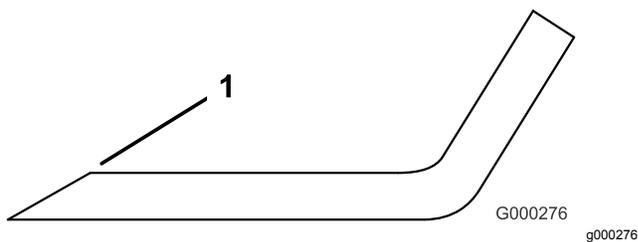

Figura 143
4. e affilateli se fossero ottusi o scheggiati (Figura 143).